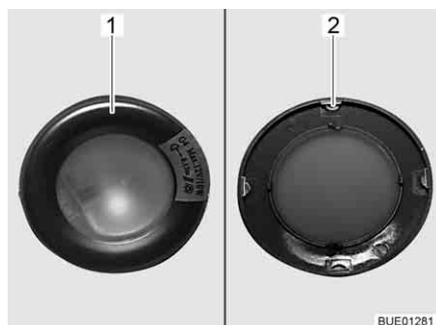

Fig. 276 Lampe halogène encastrée
La lampe halogène (Fig. 276) est encastrée.
- Faire lentement tourner le cache (Fig. 276,1) jusqu'à ce que les ergots (Fig. 276,2) de ce dernier se trouvent dans les rainures du boîtier se situant en dessous.